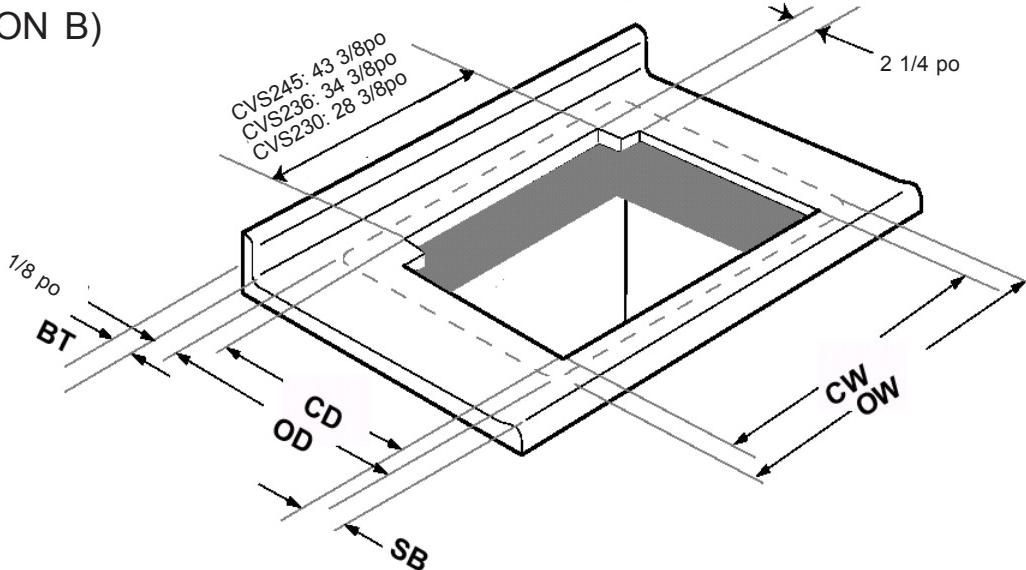

Figure 8
### B. INSTALLATION AVEC AUTRE MARQUE DE PLAQUE DE CUISSON (figure 8)
Voir figure 8 pour les largeurs de découpe CVS2 et les définitions de dimensions.
6. Couper le plan de travail avec les dimensions : CD, CW et SB comme définies à la figure 8.